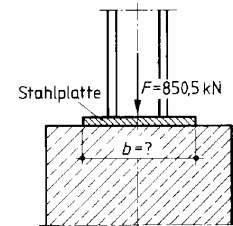

Bild 3.89 Stütze
26. Die Stütze in Bild 3-89 aus H 300 soll auf ein Einzelfundament aus Beton der Druckfestigkeitsklasse C 16/20 eine Last von 850,5 kN übertragen. Als Fuß erhält die Stütze eine quadratische Stahlplatte. Welche Kantenlänge in mm muss die Stahlplatte haben, damit das Fundament die Belastung tragen kann?